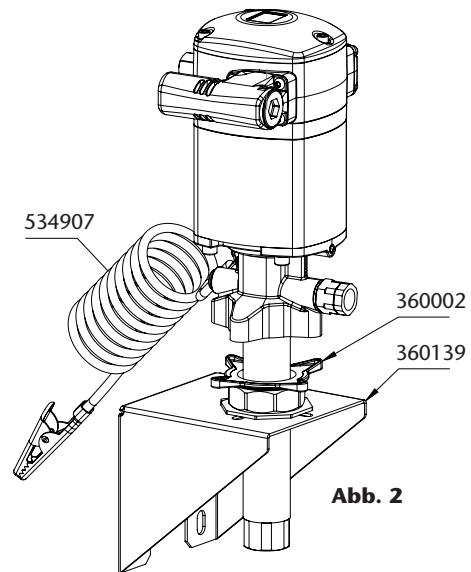

Abb. 2
- Wandmontage mit Schiebeadapter. Führen Sie die Pumpe durch die Halterung (360139) und befestigen Sie sie mit dem Adapter (360002) (Abb. 2).